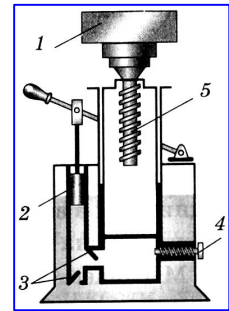

Рис. 72.3. Схема гидродомкрата
1. На рис. 72.3 изображена упрощенная схема гидравлического подъемника (гидравлического домкрата), где 1 – поднимаемое тело, 2 – малый поршень, 3 – клапаны, 4 – клапан для опускания груза, 5 – большой поршень. Груз какой массы можно поднять такой машиной, если известно, что площадь малого поршня $1,2 \text{ см}^2$, большого – 1440 см^2 , а сила, действующая на малый поршень, может достигать 1000 Н ? Трение не учитывать.